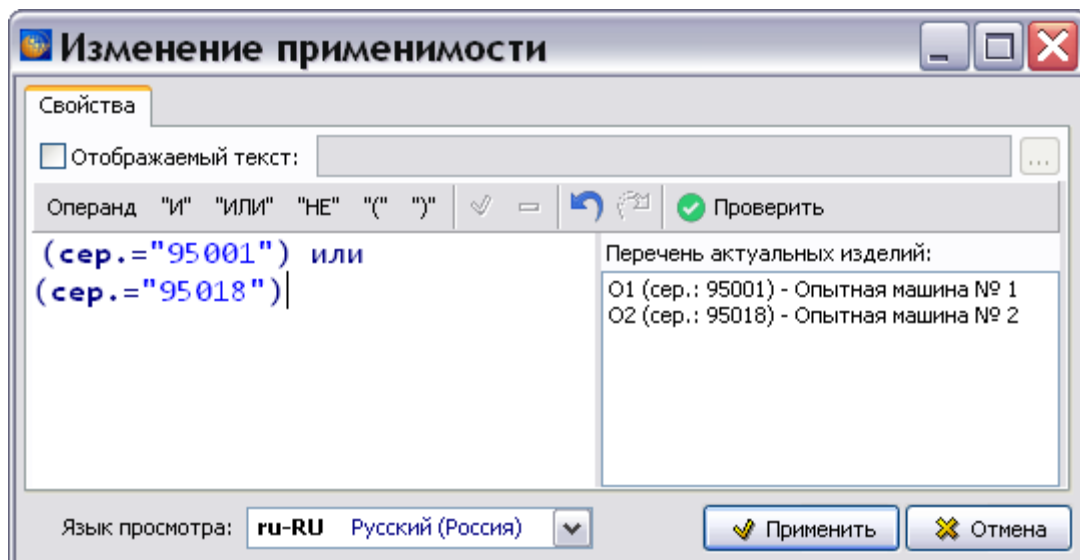

Рис. 21.170
1. В таблице результатов анализа выделите строку и нажмите на кнопку **Заменить**. После этого появится окно **Изменение применяемости** (Рис. 21.170).